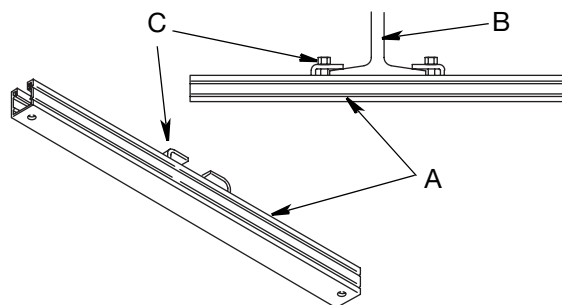

FIG. 26
Per le fasi successive, fare riferimento alla FIG. 26.
7. Allineare i 4 fori sulla base di montaggio dell'avvolgi tubo con i fori vicini alle estremità delle staffe di montaggio (A) e fissare saldamente a mezzo bulloni l'avvolgi tubo alle staffe di montaggio (FIG. 26).
9. Posizionare i morsetti regolabili (C) delle staffe di montaggio sulle flange della trave a I (B) (FIG. 26). Serrare i morsetti a una coppia di 13,5 N.m (10 ft-lb).